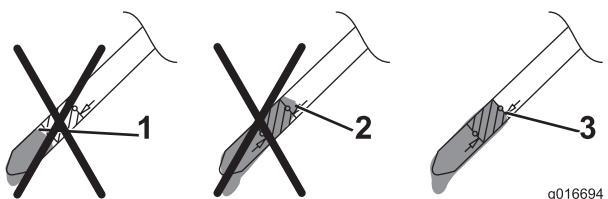

Figure 7
- Si le niveau n'atteint pas le bon niveau, versez **lentement** une petite quantité d'huile dans le goulot de remplissage, attendez 3 minutes puis répétez les opérations 3 à 5 jusqu'à ce que le niveau d'huile soit correct sur la jauge, comme montré à la Figure 7.